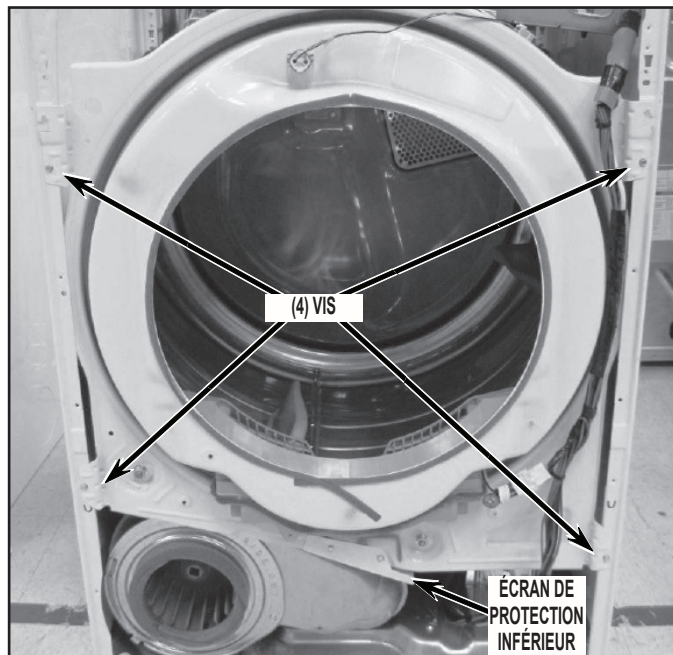

FIGURE 13
15. Déposer la tôle de cloisonnement - ôter d'abord les quatre (4) vis qui assujettissent la tôle de cloisonnement à la caisse de l'appareil. Soulever légèrement la tôle de cloisonnement, et simultanément tirer la tôle de cloisonnement pour la séparer des galets de roulement du tambour et du tambour; voir la Figure 13.